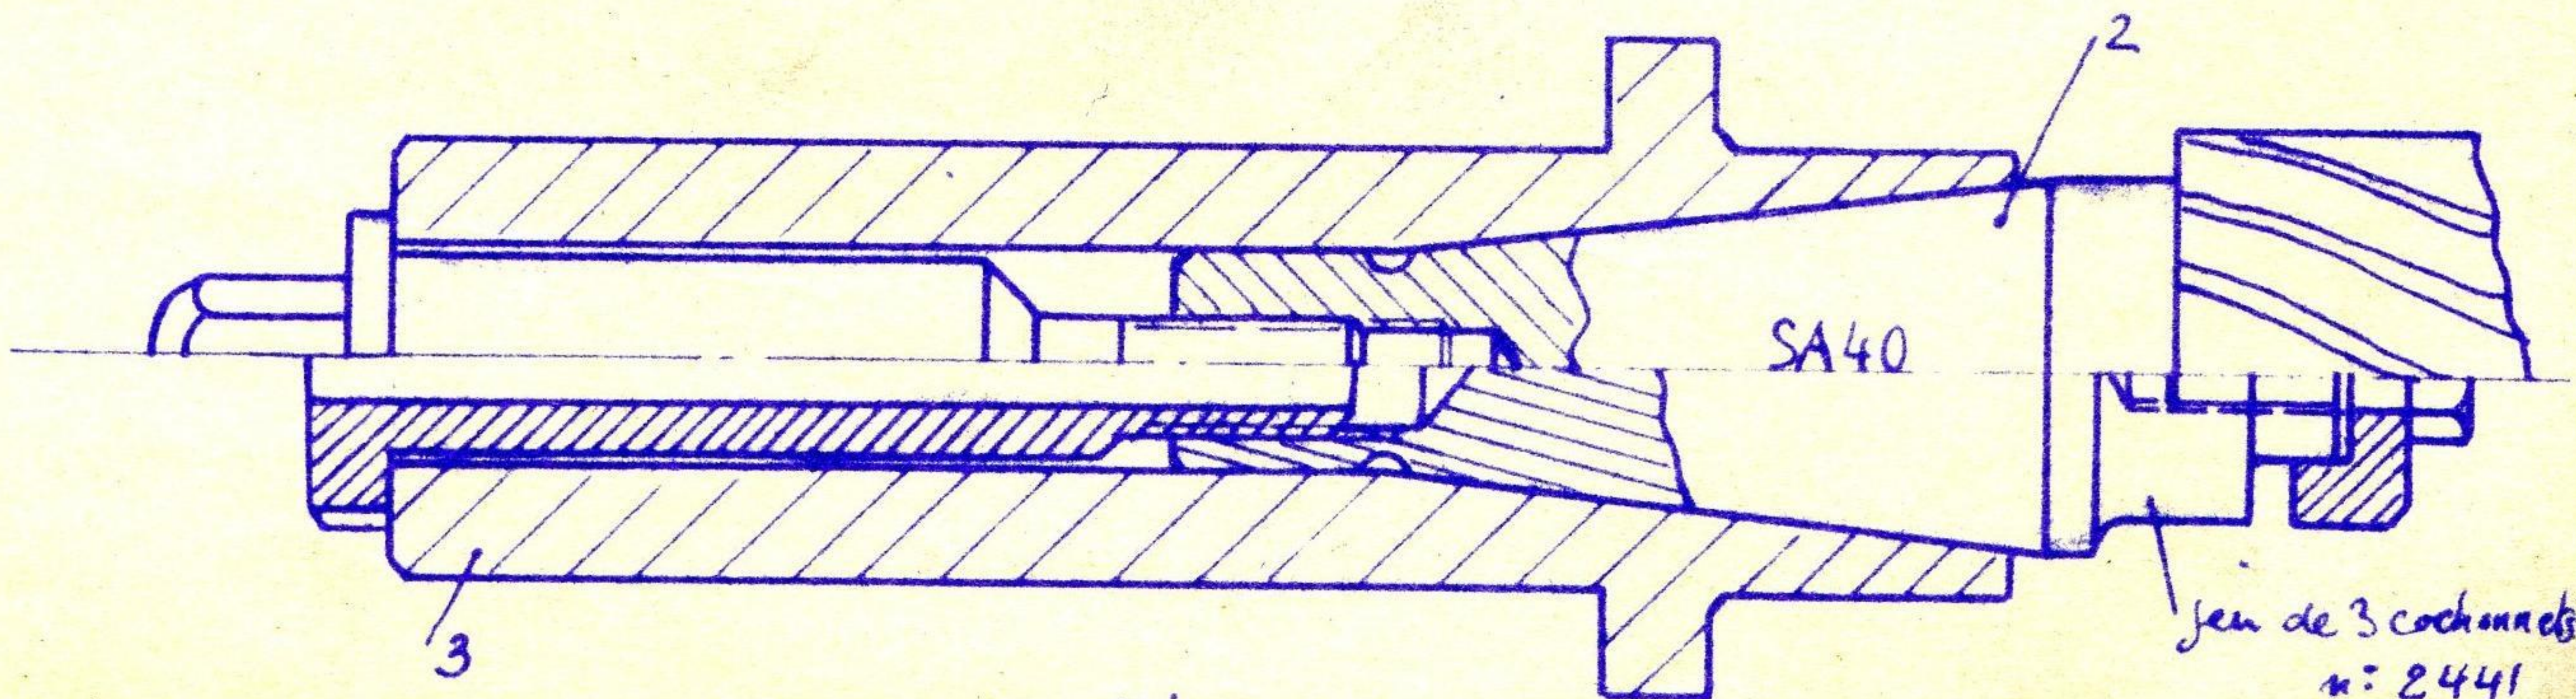

Fig. 17
S'il s'agit d'une queue de fraise normalisée, il faut utiliser la tige (3) fig.17 (voir $\frac{1}{2}$ vue supérieure). S'il s'agit d'un des 3 cochonnets 2441, il faut utiliser la tige creuse (5) fig.17 (voir $\frac{1}{2}$ vue inférieure).